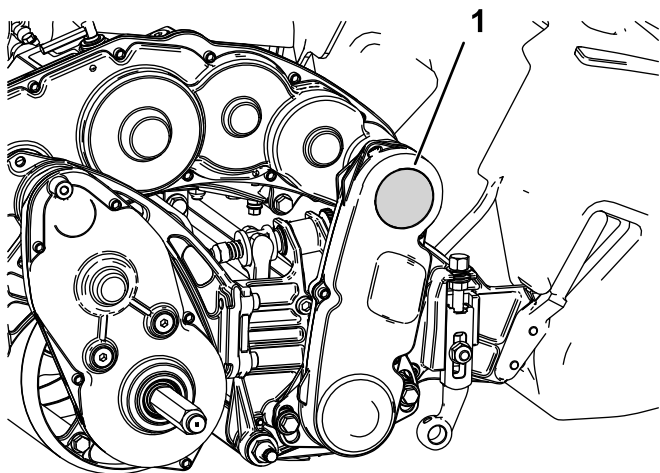

図 5
1. リール駆動アセンブリ上部についているプラグを外す 図 5。